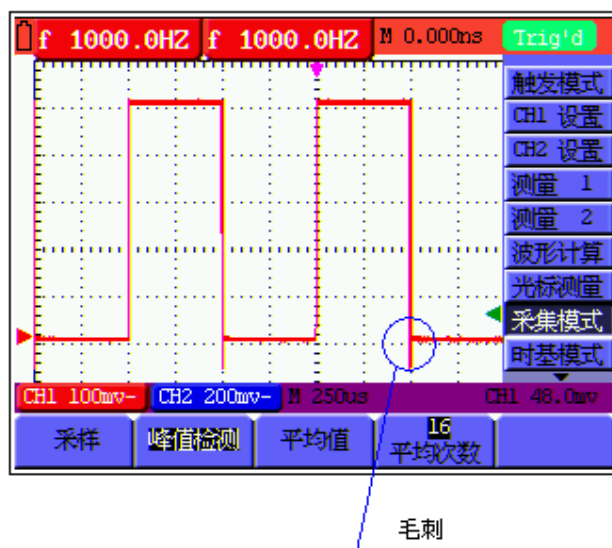

图 16：峰值检测
3. 按 **F2** 键，选择 **峰值检测**。这时你可以测量尖峰脉冲。见图 16：